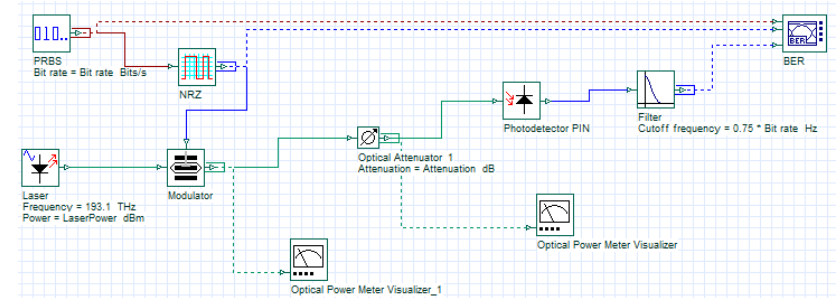

Рисунок 2.1. - Схема модели
4.2. Изучите схему модели. Модель ВОСП, рисунок 2.1, состоит из: